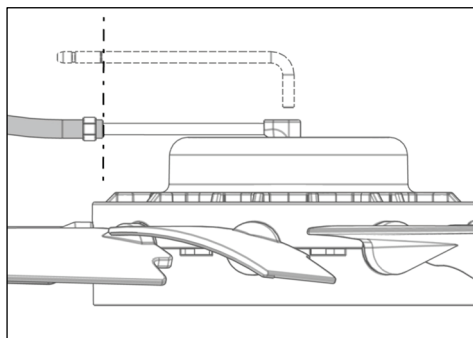

Bild 19
- 9) Dra tryckslangen över luftinsläppsröret fram till markeringen (25 mm / 0,984") (Bild 19).